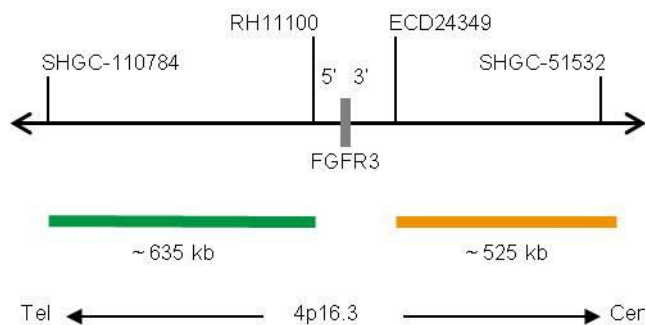

Abb. 1: SPEC FGFR3 Sondenlokalisierung (nicht maßstabsgetreu)
- ZyGreen (Anregung 503 nm/Emission 528 nm) markierten Polynukleotiden (~10 ng/μl), die gegen Sequenzen in 4p16.3* (chr4:1,093,149-1,729,455) gerichtet sind, welche distal zur FGFR3-Bruchpunktregion lokalisiert sind (siehe Abb. 1).
- ZyOrange (Anregung 547 nm/Emission 572 nm) markierten Polynukleotiden (~4,5 ng/μl), die gegen Sequenzen in 4p16.3* (chr4:1,922,997-2,446,931) gerichtet sind, welche proximal zur FGFR3-Bruchpunktregion lokalisiert sind (siehe Abb. 1).